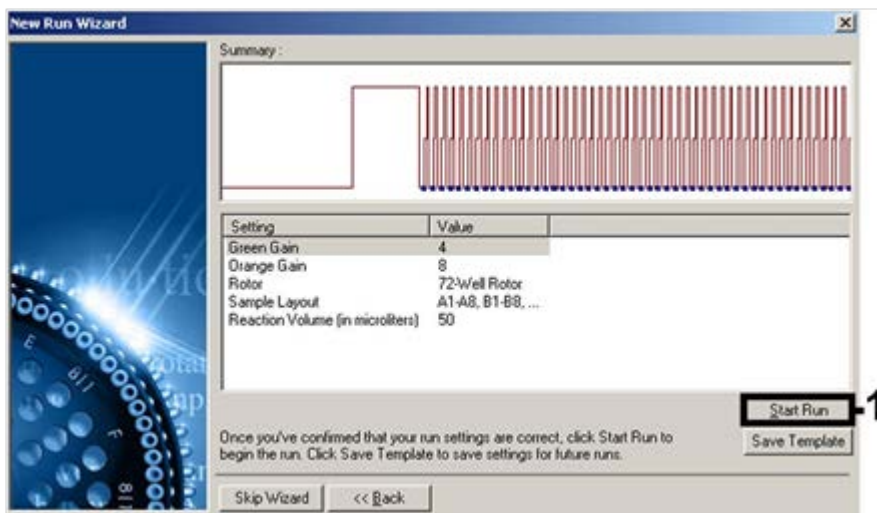

Figure 8. Démarrage du cycle. La capture d'écran relative au kit *artus* HI Virus-1 QS-RGQ est présentée comme exemple.
7. Les valeurs de gain déterminées par le calibrage des canaux sont automatiquement enregistrées et répertoriées dans la dernière fenêtre de menu de la procédure de programmation (figure 8). Cliquer sur « Start Run » (Démarrer le cycle).